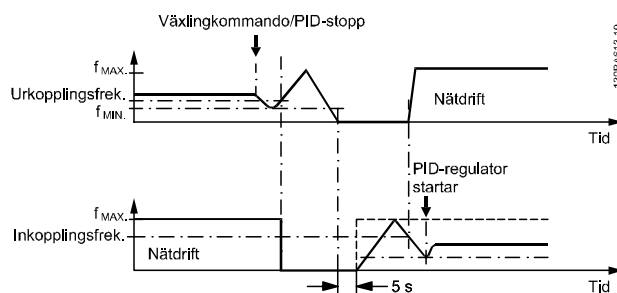
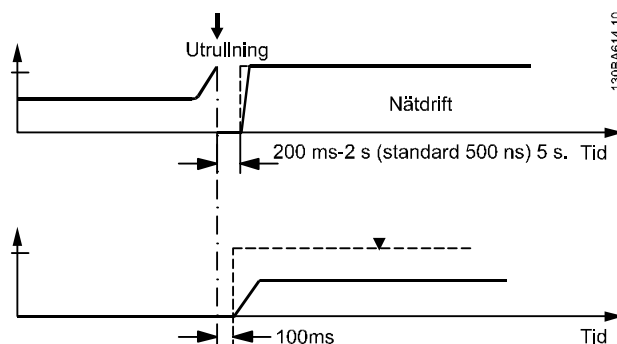

Bild 3.76 Långsam konfiguration
Bild 3.77 Hastig konfiguration
*Bild 3.76* och *Bild 3.77* visar alternering i både snabba och långsamma konfigurationer.